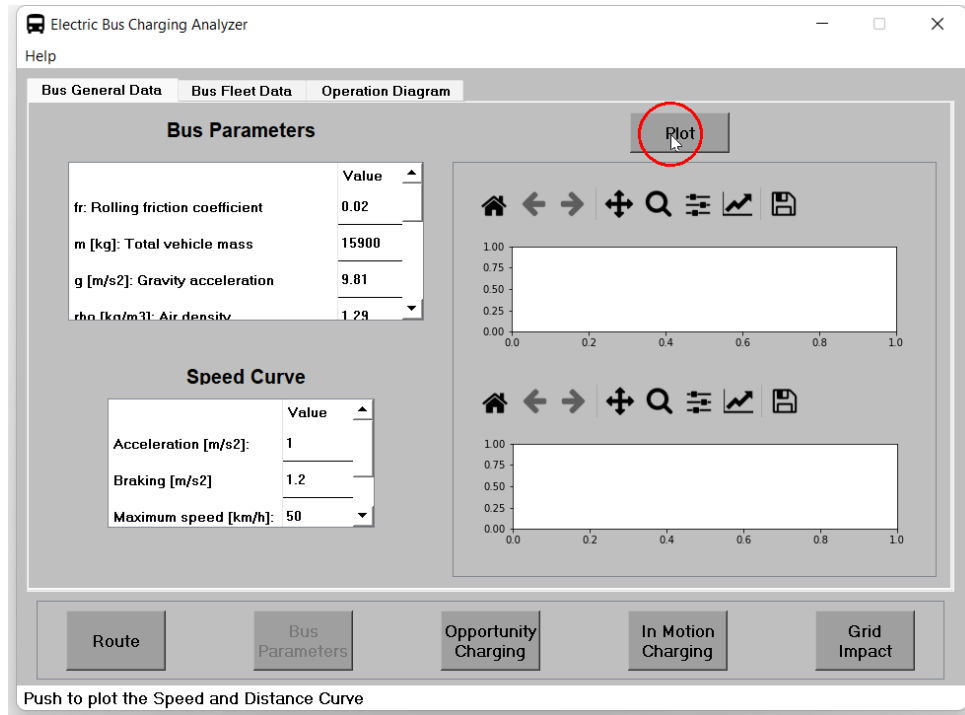
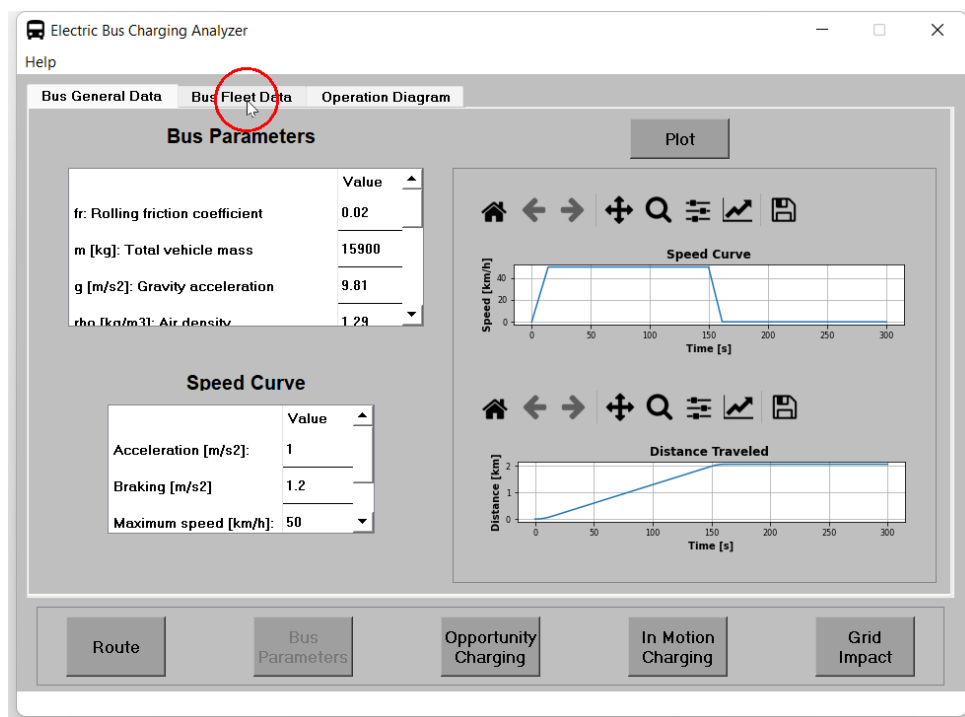

Figura 17: Creación de gráficas de velocidad y distancia.
Figura 18: Visualización de resultados y cambio de ventana.
1. Primero, se generan gráficas de velocidad y distancia del bus presionando el botón **Plot** tal y como se muestra en la figura 17. Luego se debe pasar a la pestaña **Bus Fleet Data** como se muestra en la figura 18